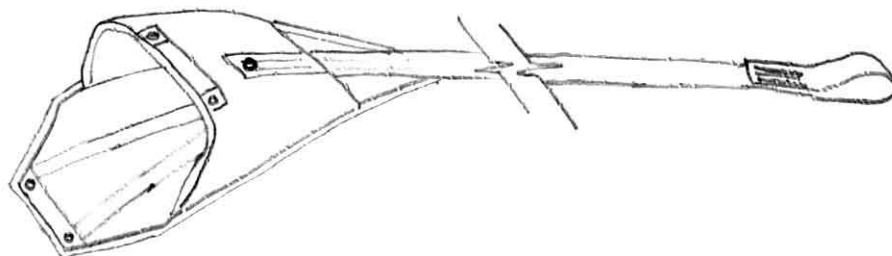

Рис. 12. Камера ПЗ.
2.5.15. К а м е р а ПЗ, предназначенная для укладки купола запасного парашюта (как «Space-336», так и «Space-290») и строп, представляет собой контейнер, закрываемый клапаном. В верхней части камеры (рис. 12) пристроено звено из широкой ленты длиной 4,5м для соединения с петлей пружинного ВП. Стропы ПЗ укладываются в эластичные соты кармана на боковине камеры, закрываемого текстильной застежкой.